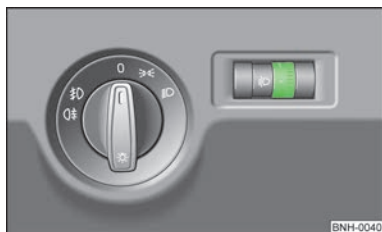

Fig. 20
► Rotiți butonul rotativ » fig. 20 pe distanța dorită de iluminare.